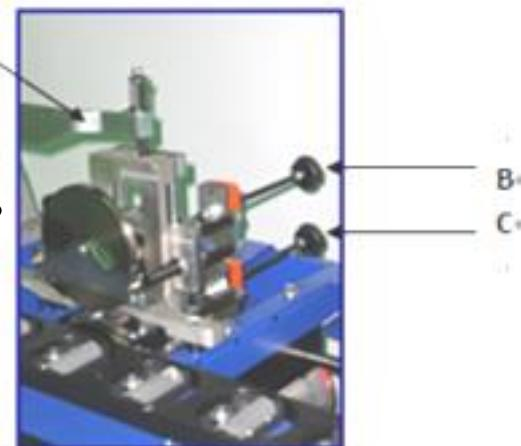

Рисунок 32
При изменении высоты подающей панели для адаптации ее к толщине панели, которая будет облицовываться, высота верхнего фрезерного узла регулируется автоматически пластиной **A** (рис. 32).
Осевая регулировка производится путем воздействия на две ручки **B** и **C** (рис. 32). Они приближают или отводят фрезы от панели.
**CAUTION** Регуляторы **B** и **C** (рис. 32) должны вращаться одновременно, и показания на индикаторах **D** и **E** должны быть одинаковыми, для обеспечения правильной формы свесов (рис. 32).
Соединительная пластина **A** (рис. 32) гарантирует, что, когда высота ременного подающего механизма изменится, верхний фрезерный узел отрегулируется автоматически, кроме того, поддержка этой пластины непрерывна, и даже когда открыт ременной подающий механизм, фрезерный узел удержится на своем месте.